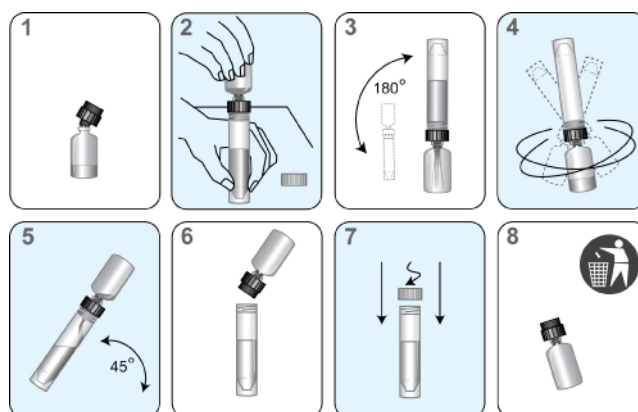

Figura 4. Processo di ricostituzione dei reagenti
- ii. Inserire con decisione sulla fiala l'estremità indentata del collare di ricostituzione (nero) (Figura 4, fase 1).
- iv. Appoggiare il flacone con la soluzione di ricostituzione su una superficie stabile (ad es., sul banco). Quindi capovolgere la fiala del reagente liofilizzato sul flacone con la soluzione di ricostituzione e fissare saldamente il collare al flacone con la soluzione di ricostituzione (Figura 4, fase 2).
- v. Capovolgere lentamente i flaconi assemblati (fiala fissata al flacone con la soluzione) per consentire alla soluzione di drenare nella fiala di vetro (Figura 4, fase 3).
- vi. Raccogliere i flaconi assemblati e rotarli per almeno 10 secondi (Figura 4, fase 4).
- c. Inclinare di nuovo lentamente i flaconi assemblati per consentire a tutta la soluzione di drenare nuovamente nel flacone della soluzione di ricostituzione (Figura 4, fase 5).
- d. Rimuovere con cautela il collare di ricostituzione e la fiala di vetro (Figura 4, fase 6).
- e. Rimettere il tappo sul flacone. Registrare sull'etichetta le iniziali dell'operatore e la data di ricostituzione (Figura 4, fase 7).